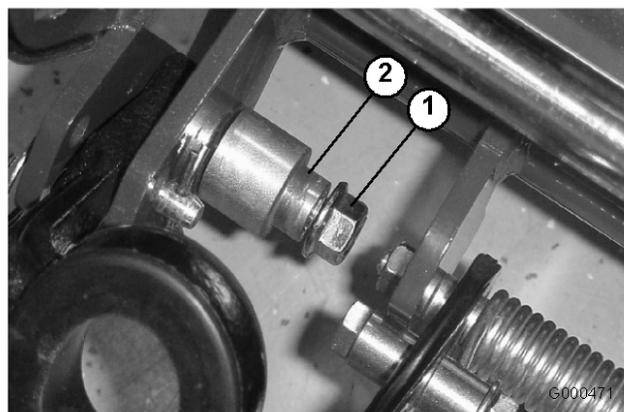

図 4
1. 機体左右のキャップスクリューとピボット・ピンからフランジ・ロックナットを外す（図 4）。